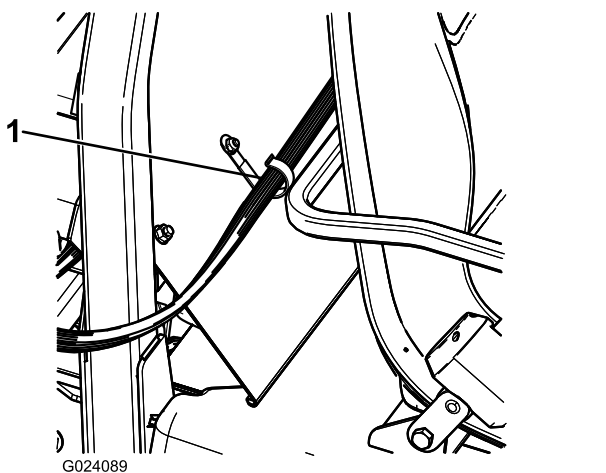

Figure 22
2. Fixez un clip en J derrière le siège du passager (Figure 22) à l'aide d'un boulon ($\frac{1}{4} \times \frac{1}{2}$ po) et d'un écrou à embase ($\frac{1}{4}$ po).
3. À l'aide des clips en J, fixez le faisceau de la console de commande à la console et au couvercle de la structure ROPS (Figure 22).